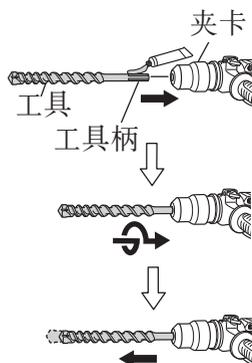

图 1
(1) 先擦净，然后将附带的润滑油（装于绿管中）于工具柄上。
(2) 如图 1 所示，要安装工具（五槽圆柄）时，将它插入孔内直至其抵达孔底。